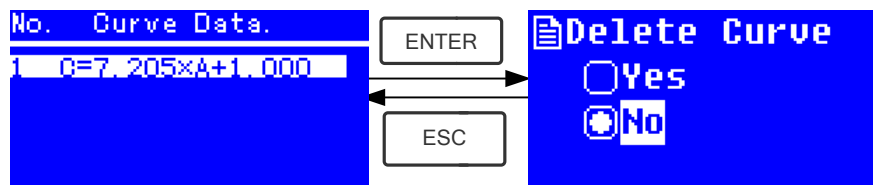

Fig. 4-16
- ★ Mova o cursor até a equação de curva que você deseja excluir e pressione ; em seguida, o sistema lhe pedirá para confirmar novamente. (Fig. 4-16)